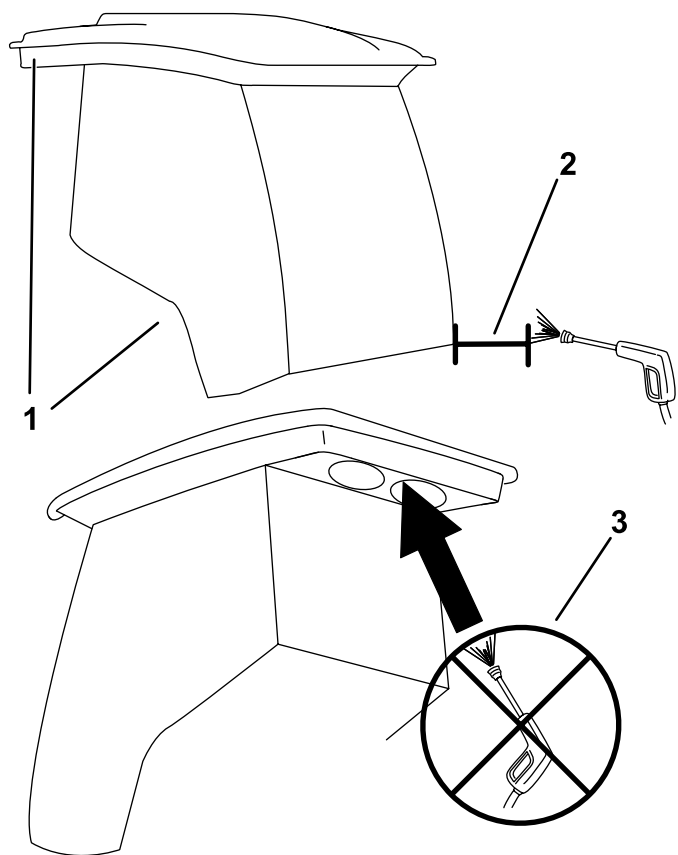

Figura 81
**Importante:** Prestate attenzione alle guarnizioni della cabina (Figura 81). Se utilizzate una lancia a pressione, mantenete l'asta di lavaggio ad almeno 0,6 m di distanza dalla macchina. Non utilizzate la lancia a pressione direttamente sulle guarnizioni della cabina o sotto la sporgenza posteriore.